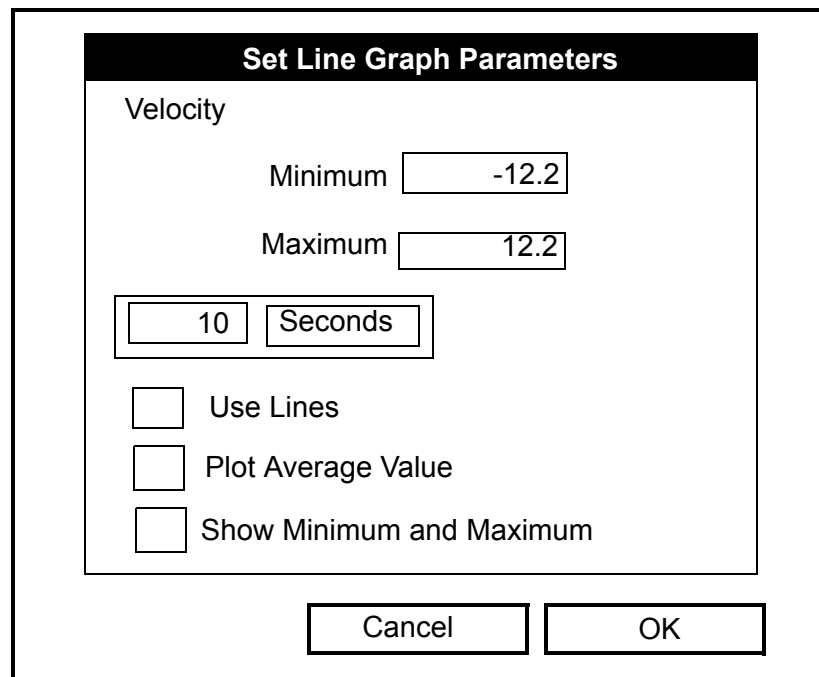

Figura 3-4: A Janela Line Graph Parameters (Parâmetros da Linha de Gráfico)
2. Na opção do menu pendente *Change* (Alterar) pressione novamente [ENTER] e surgirá uma janela semelhante à Figura 3-4 abaixo.